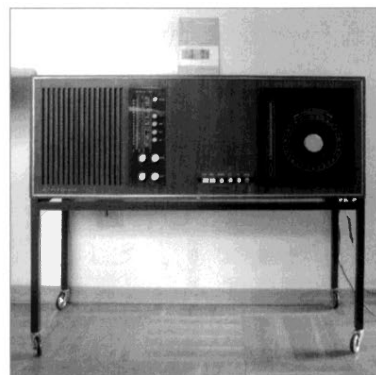

Bild 2: Das BBG auf dem Metallgestell mit Rollen.
1. Das Tischgerät 5001 mit 126 Spuren in Mono. Als Zubehör ein 40 cm hohes, schwarzes Metallgestell mit Rollen (Bild 2).